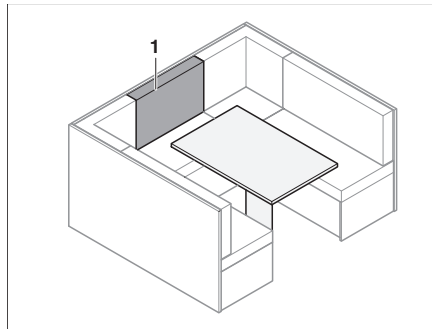

Bild 150 Vor dem Umbau
- Rückenpolster (Bild 150,1) vor das Zusatzpolster auf den Tisch legen.